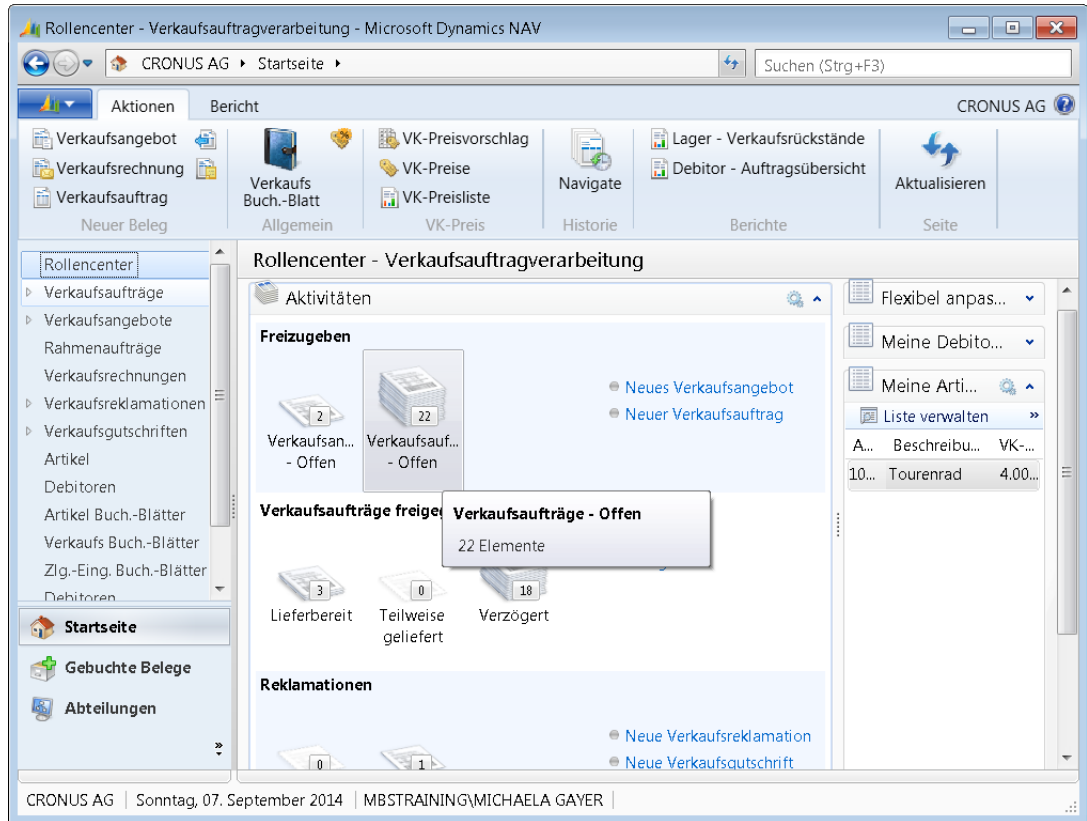

Abbildung 2.6 Offene Aufträge im Rollencenter
6. Die offenen Aufträge werden als Dokumentenstapel im Rollencenter gezeigt (siehe Abbildung 2.6). Die Verwaltung der offenen Aufträge kann durch einfachen Mausklick auf diesen Dokumentenstapel geöffnet werden.